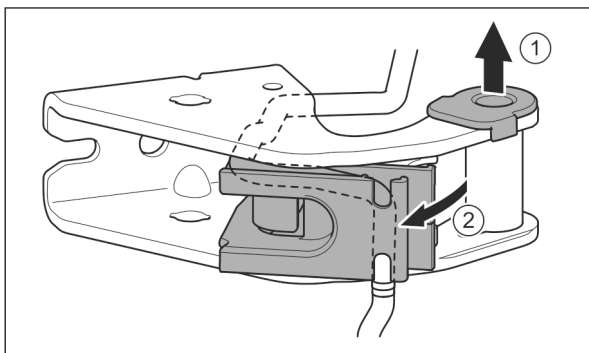

Fig. 29
- ▶ Витягніть із напрямної опорну втулку. Fig. 29 (1)
- ▶ Поверніть вбік тримач кабелю. Fig. 29 (2)